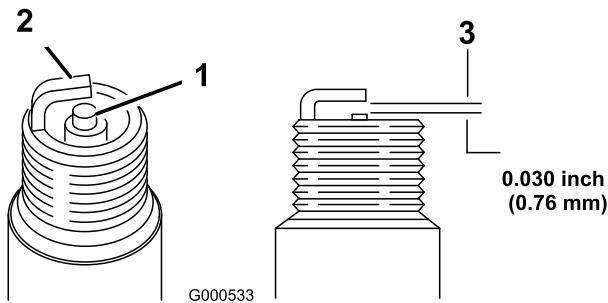

Figure 18
5. Réglez l'écartement des électrodes à 0,76 mm (Figure 18).